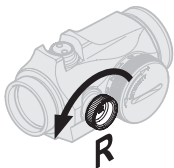

Abb. 4 Seiteneinstellungen
e. Seiteneinstellung (siehe Abb. 4)
- Um den Auftreffpunkt nach rechts zu verlagern, ist die Seitenstellschraube (5) gegen den Uhrzeigersinn zu drehen.
- Um den Auftreffpunkt nach links zu verlagern, ist die Seitenstellschraube (5) im Uhrzeigersinn zu drehen.